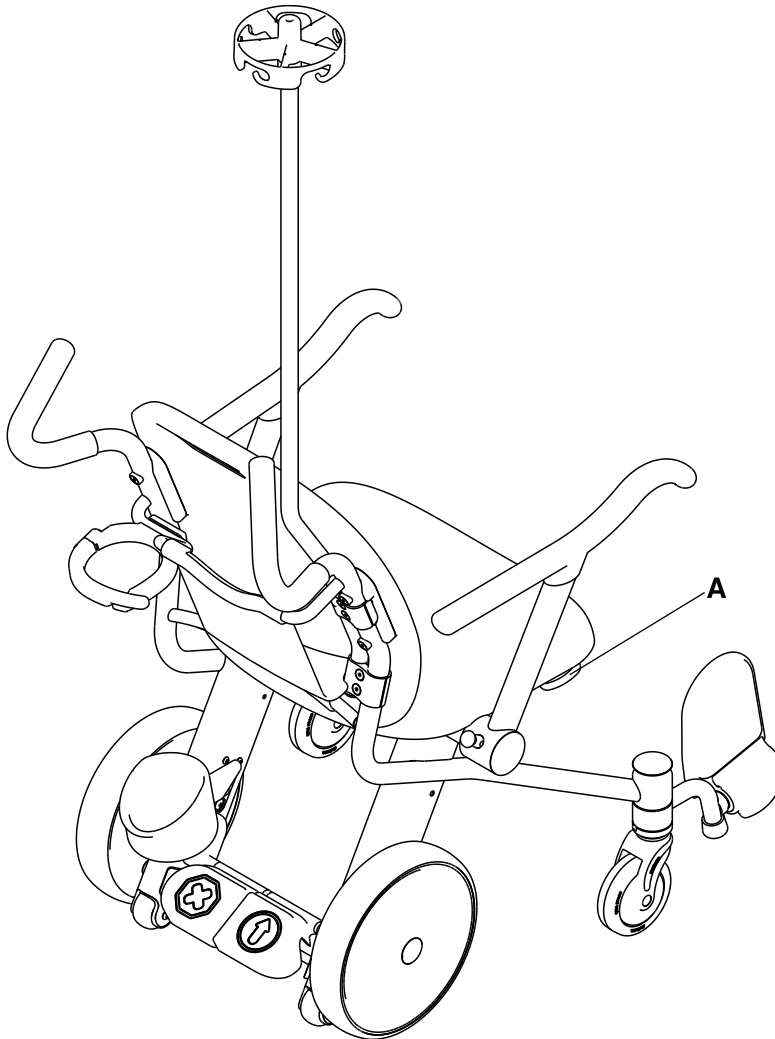

Figura 6-14: Ubicazione del gancio per la sacca per catetere Foley
Per fissare una sacca per catetere Foley all'apposito gancio opzionale, inserire il gancio della sacca nel gancio opzionale (A) (Figura 6-14 a pagina 6-26). Assicurarsi di aver fissato bene la sacca per catetere Foley.